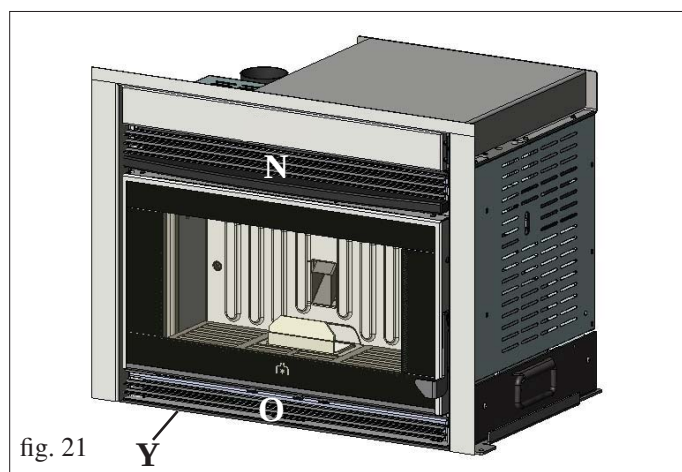

fig. 21
- Remonter la grille supérieure (**N** - fig. 21) à emboîtement, la grille inférieure (**O** - fig. 21) et le profil métallique plat (**Y** - fig. 21) en serrant les vis.